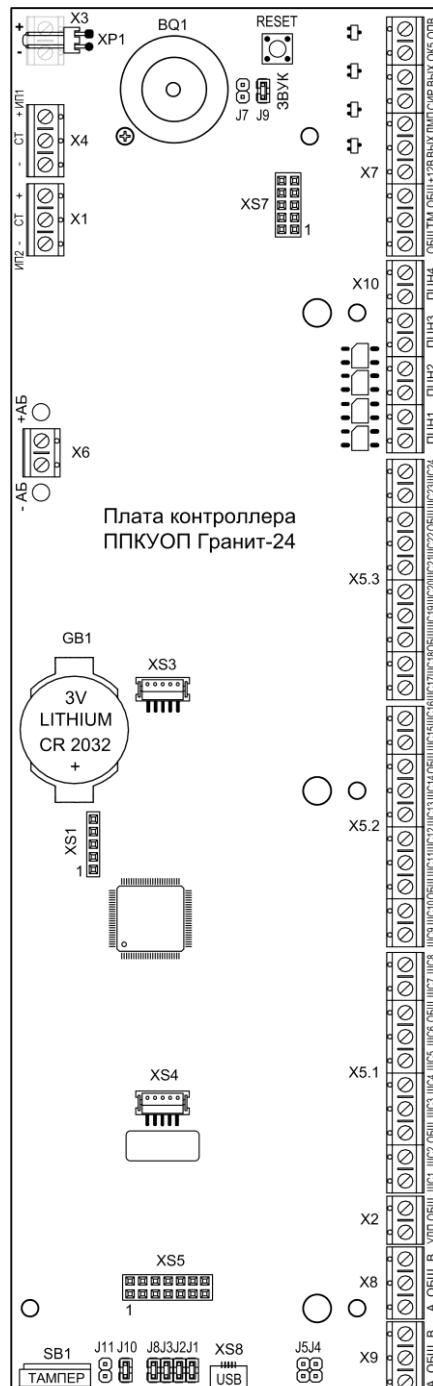
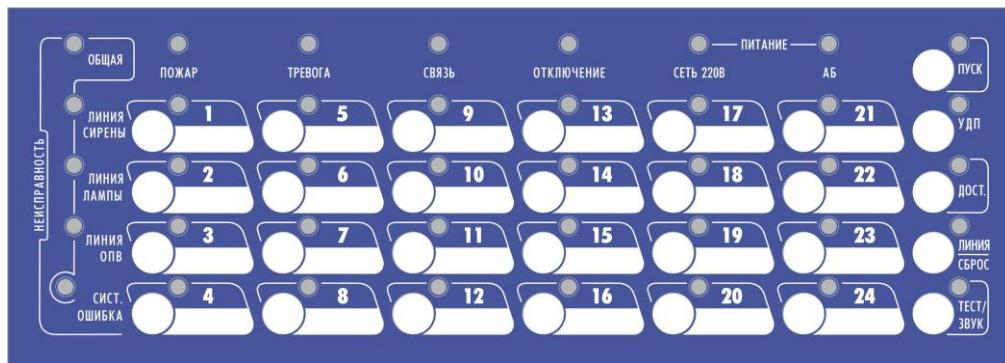

Рис.1 Плата контроллера прибора
Рис.2 Панель индикации и управления ППКУОП Гранит-24
Конструктивно прибор состоит из корпуса (основания) и съёмной крышки. В корпусе расположены: плата контроллера (см. рис.1) с установленной на ней платой индикации и платой источника питания. На плате индикации установлена панель индикации и управления прибора (см. рис.2). На плате контроллера расположен разъем для подключения WiFi коммуникатора (см. паспорт на WiFi коммуникатор). В корпусе прибора также предусмотрен отсек для размещения аккумуляторной батареи и отсек для размещения GE коммуникатора (см. паспорт на GE коммуникатор).
(рис.1) расположены:
На плате источника питания прибора (расположена под платой контроллера, на рис.1 не показана) расположен клеммник «220В», предназначенный для подключения прибора к сети 220 В и установлен самовосстанавливающийся предохранитель, который не требует замены после срабатывания.
3.2 На панель индикации и управления прибора (см. рис.2) выведены: